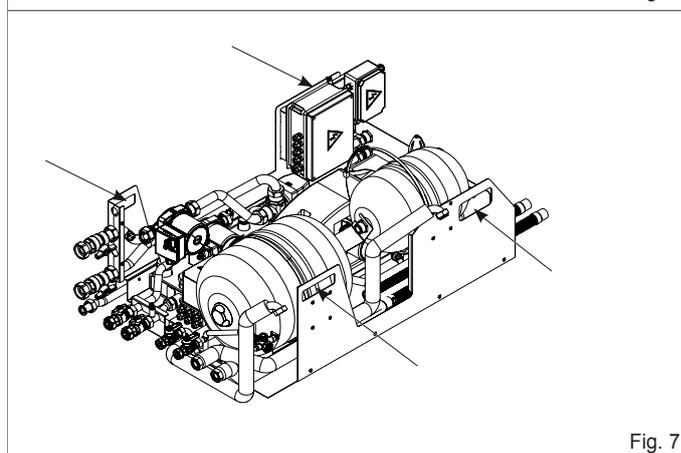

Fig. 7
- Posizionare il Modulo Diretta Incasso Solar su una superficie piana per evitare di danneggiare i vari componenti preassemblati (fig. 7)